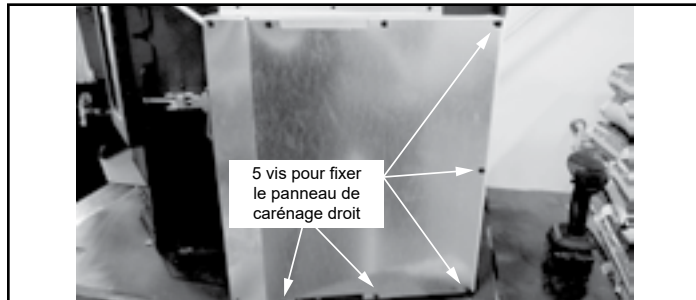

Figure 21.6
9. Fixez le panneau droit à l'aide de 4 vis sur l'appareil (**Figure 21.6**).